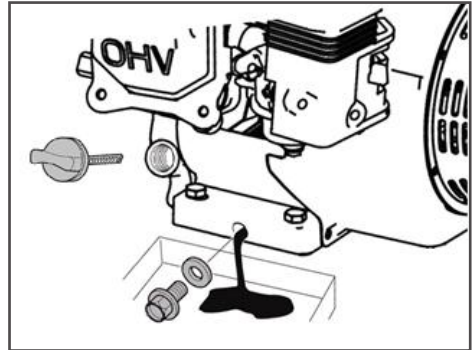

Рис. 16 Замена моторного масла
2. Очистите от загрязнений зону вокруг маслозаливной горловины. Извлеките щуп из маслозаливной горловины и протрите его чистой ветошью (Рис. 16).
3. Выкрутите болт отверстия для слива масла и слейте отработанное масло в подготовленную для этого емкость, после чего закрутите болт (Рис. 16).